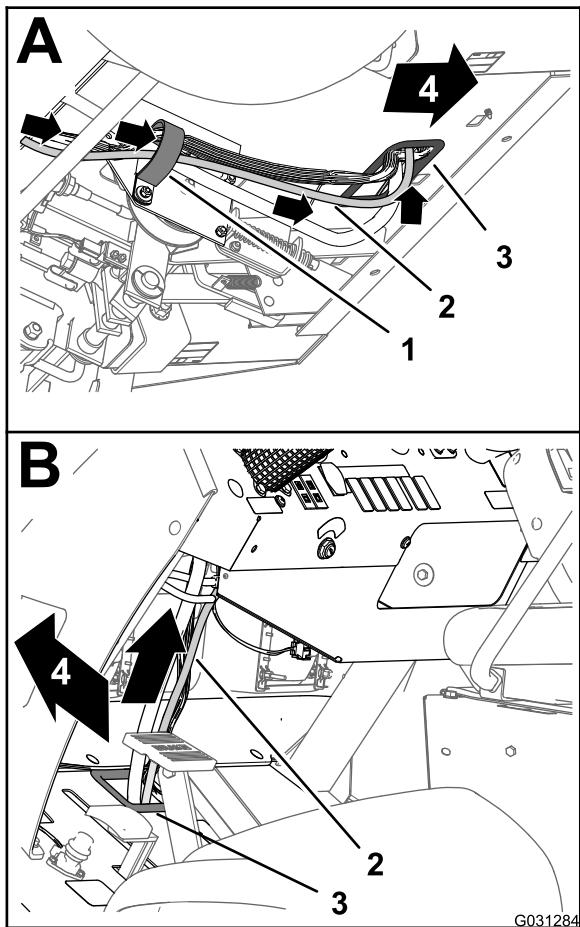

Рисунок 149
3. Проложите ответвление длиной 226 см жгута проводов передачи данных вперед и вверх через уплотнительную втулку в отверстии панели пола (Рисунок 149).
5. Проложите ответвление длиной 226 см жгута проводов передачи данных вверх и вдоль переднего жгута проводов машины (Рисунок 149).